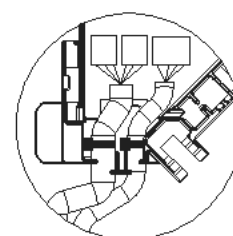

Fig. 10-15
- Zorg ervoor dat de band die de voedingsbedrading van de i-See-sensor en de signaalontvanger zekert, zich binnen de schakeldoos bevindt. (Fig. 10-15)